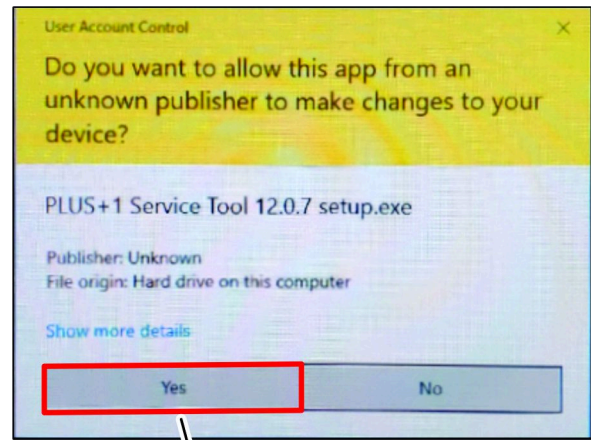

Figure 16
- Si aparece el cuadro de diálogo Control de cuentas de usuario, haga clic en el botón Sí (Figure 16).